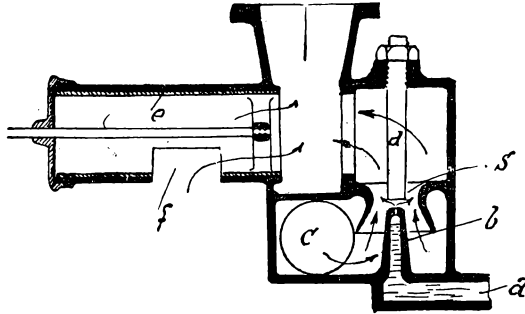

Fig. 73.
2.° La registrazione *meccanica* è illustrata schematicamente dalla fig. 73. La benzina entra dal foro *a*; è in comunicazione col recipiente a livello costante, ed aspirata dal motore, esce dal foro capillare *b* infrangendosi sul rompigetto *d*. Dal foro *c* entra l'aria, riscaldata prima convenientemente, la quale passando pel foro conico *s* incontrando la benzina forma la prima miscela che serve pel basso regime di giri del motore. Quando il pistoncino *e* si trova nella posizione indicata dalla figura, entra l'aria supplementare dall'apertura *f*, che incontrando la miscela già formata si mescola a questa dosandola convenientemente pel massimo regime di giri.